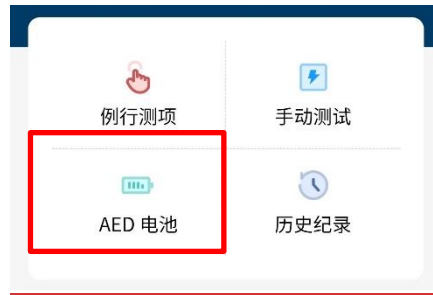

图 2: DFS200 APP 上「AED 电池」
3. 点击 APP 上「AED 电池」的图示 , 如图 2: